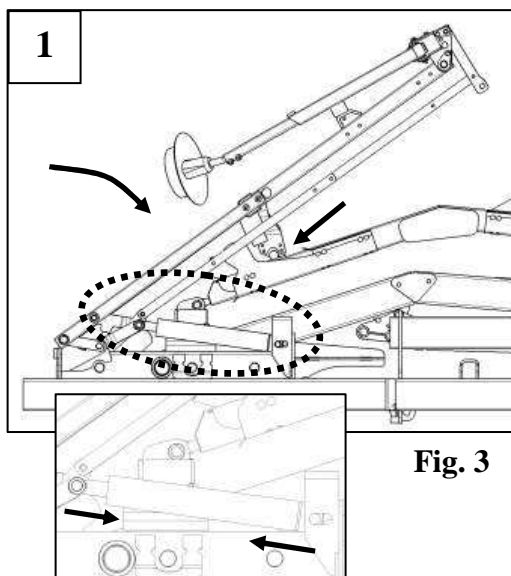

Fig. 3
1. Actionnez le repliage des rayonneurs (fig. 3).